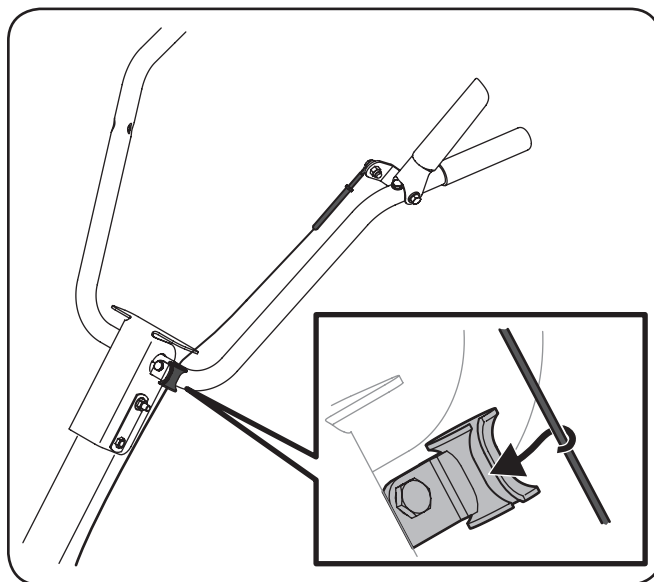

Figura 3-6
5. Cuando la palanca está en su lugar, insertar el cable del embrague en la guía de cable en el manija como se muestra en Figura 3-6.